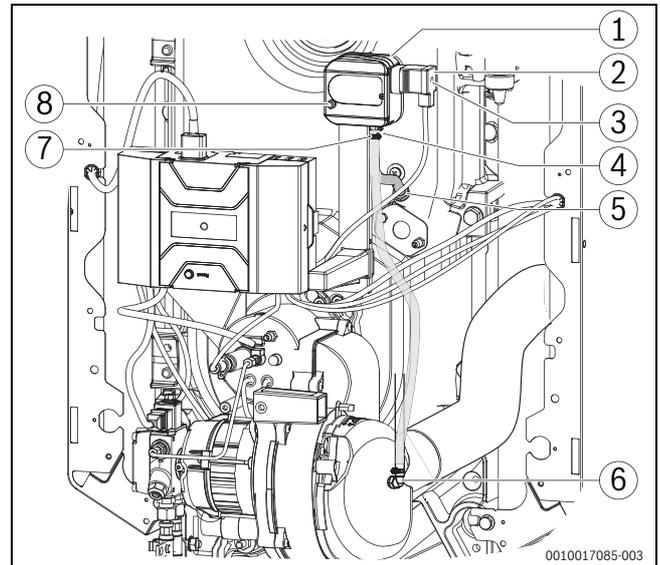

Bild 35 Brenner mit Druckwächter
- ▶ Sicherungsschraube [3] am Anschlussstecker [2] des Druckwächters [1] lösen und Anschlussstecker abziehen (→ Bild 35).
- ▶ Bei Teileaustausch im Reparaturfall auf die korrekte Zuordnung der Messleitungen gemäß Bild 35 achten!